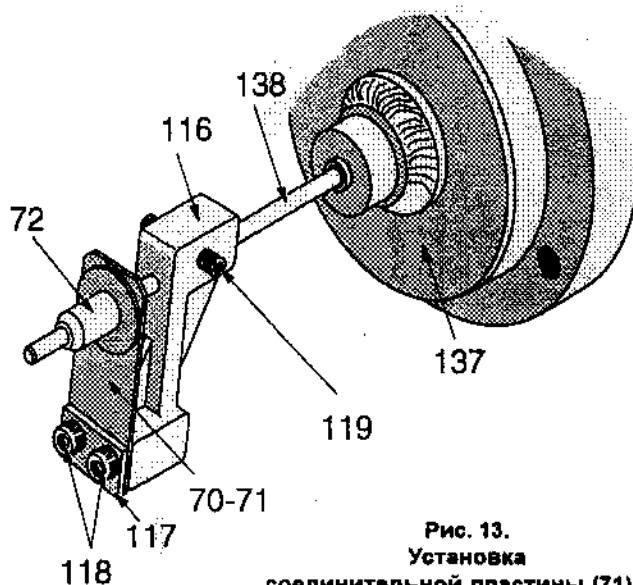

Рис. 13.
6.1 СНЯТИЕ КОРПУСА ПРИБОРА С ТОРСИОННОЙ ТРУБКИ (РИС. 13, 14, 15 И 16)
б. На стержне (138) смонтируйте соединительный фланец (116), узел соединительной пластины (70) [включая пластину (71), штифт (72) и шайбу (73)] и фланец (117) с двумя *незатянутыми* винтами (118). Затяните винты (118) таким образом, чтобы узел свободно скользил по стержню (см. рис. 13).